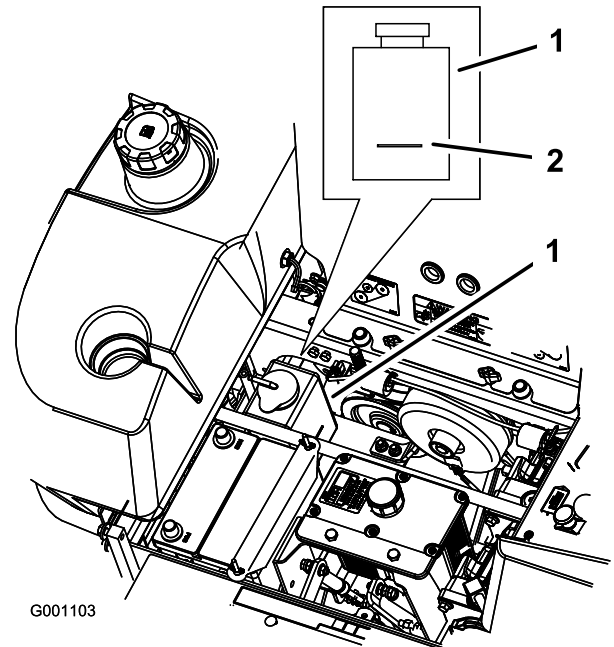

Bild 83
3. Überprüfen Sie bei abgekühltem Motor den Stand des Überlaufgefäßes. Der Flüssigkeitsstand muss mindestens das Niveau der an der Außenseite der Überlaufgefäßes angebrachten Markierung haben (Bild 83).
4. Ist der Kühlmittelstand zu niedrig, so wird ein 50/50 Gemisch aus Frostschutzmittel/Dex-Cool® und Wasser in das Überlaufgefäß gegeben (Bild 83).
5. Geben Sie das 50/50 Kühlmittelgemisch in das Überlaufgefäß bis zur am Gefäß angebrachten Markierung (Bild 83).